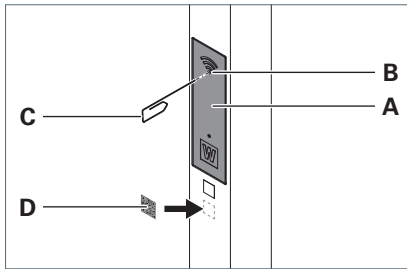

Fig. 2: Serviceklappe öffnen.
- ▶ Kleben Sie das lose beiliegende Etikett **D** mit dem EnOcean-QR-Code auf das Standrohr unterhalb der Serviceklappe, siehe Fig. 2.
- ▶ Um die Serviceklappe **A** am Standrohr zu entriegeln, drücken Sie mit einer aufgebogenen Büroklemmer **C** in die Öffnung **B**, siehe Fig. 2.